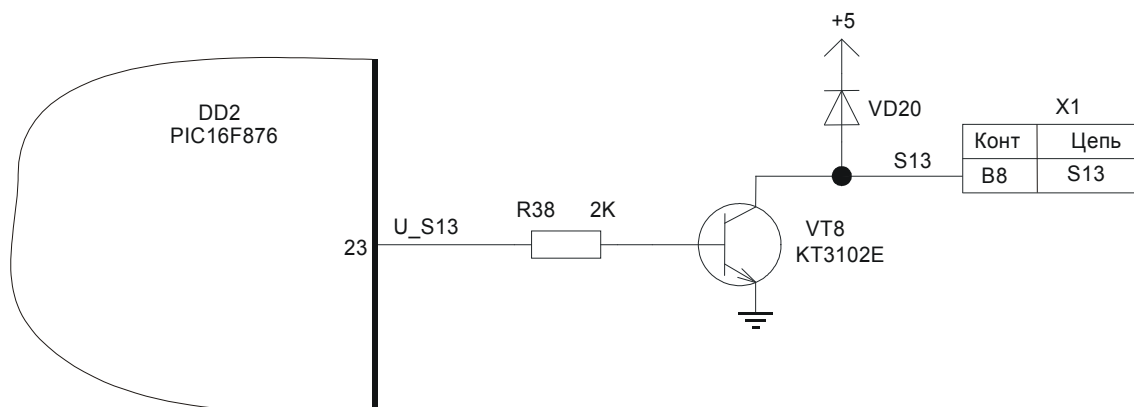

Рисунок 23. Управление реле S13
Микропроцессор DD2 управляет реле подключения БГС-П (расположено на коммутационной панели БДКЛ) через транзистор VT8 (см. рисунок 23). Сигнал управления выдается через вывод U\_S13 (23) микропроцессора. Далее через резистор R38, ограничивающий базовый ток, сигнал подается на базу транзистора VT8. С коллектора транзистора сформированный сигнал управления подается на вывод B8 разъема X1. Диод VD20 подключен параллельно катушке реле и предназначен для ограничения положительных выбросов напряжения в моменты включения/выключения реле.